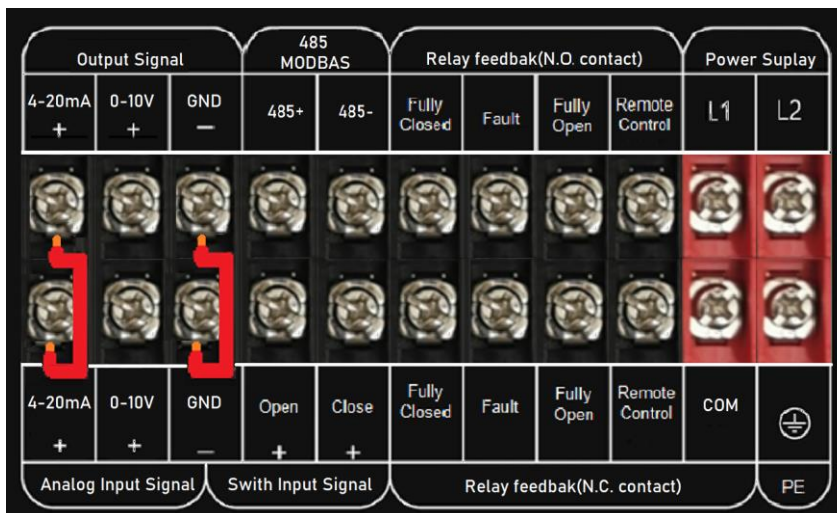

Рис. 3
2. Для входного интерфейса 4-20mA или 20-4mA и интерфейса обратной связи 4-20mA применяем короткое замыкание на приводе с помощью проводов, как показано на рис. 3. Если индикатор  на дисплее исчезает, то это означает, что привод имеет сигнал обратной связи 4–20mA или 20–4mA.